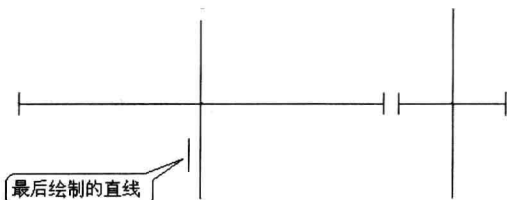

图 1-4 最后一次执行 LINE 命令所绘制的直线
**步骤 1** 绘制图 1-4 所示的图形。其中，图中所示的直线是最后一次执行 LINE 命令绘制的。